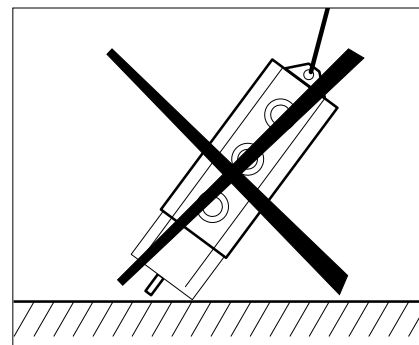

fig. 9
- no utilizar el capotado del lado mando como punto de apoyo (fig.9)